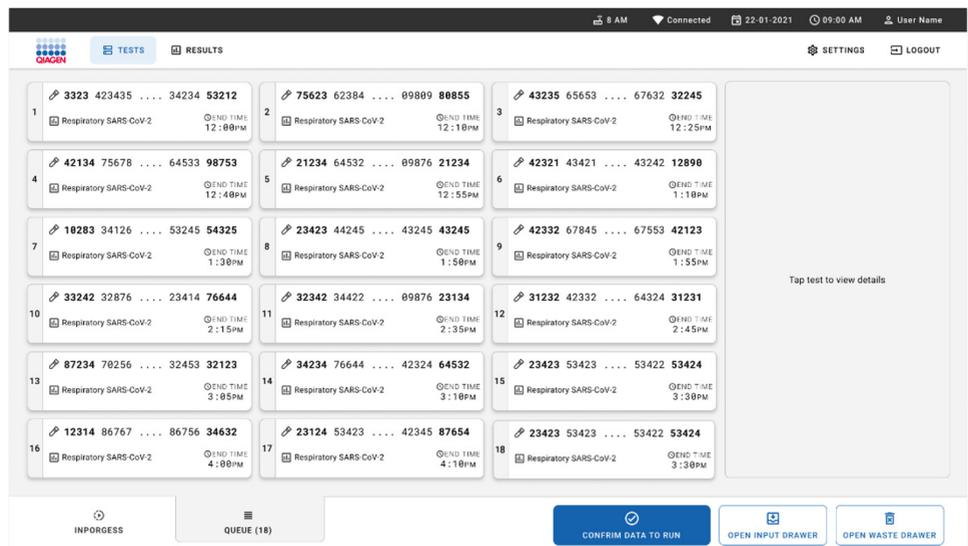

Figura 30. Pantalla Sample Queue (Cola de muestras).
15. Tras realizar un escaneo con éxito, se mostrará la cola (figura 30). Revise los datos que se muestran. Si se produce algún error, pulse el botón **OPEN INPUT DRAWER** (Abrir cajón de entrada), retire el cartucho correspondiente y vuelva a escanear el cartucho, siguiendo los pasos 10-13.